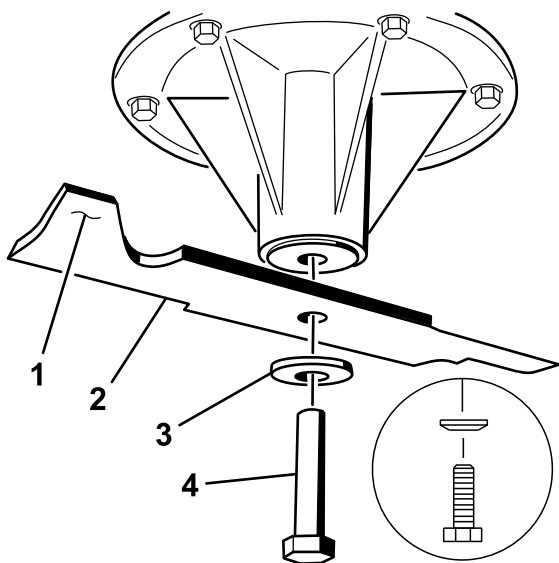
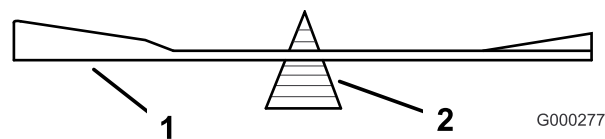

Figura 99
Figura 101
2. Retire del eje el perno de la cuchilla, la arandela curva y la cuchilla (Figura 99).
- Verifique el equilibrio de la cuchilla colocándola sobre un equilibrador de cuchillas (Figura 101). Si la cuchilla se mantiene horizontal, está equilibrada y puede utilizarse. Si la cuchilla no está equilibrada, rebaje algo el metal en la parte de la vela solamente (Figura 99). Repita este procedimiento hasta que la cuchilla esté equilibrada.